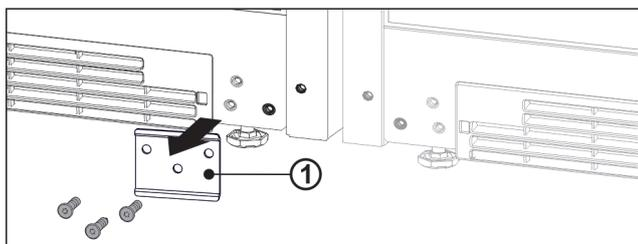

Fig. 13
- ▶ Si la chapa Fig. 13 (1) está montada, desatorníllela.